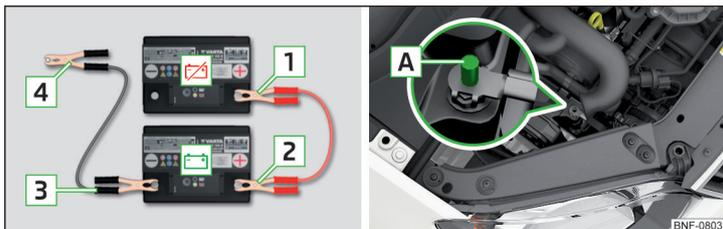

Abb. 155 Starthilfe: ☹ - entladene Batterie, ☺ - stromgebende Batterie / Massepunkt des Motors beim START-STOPP-System
- Bei Fahrzeugen **mit** dem START-STOPP-System die Klemme **4** am Massepunkt des Motors **[A]** befestigen » Abb. 155.